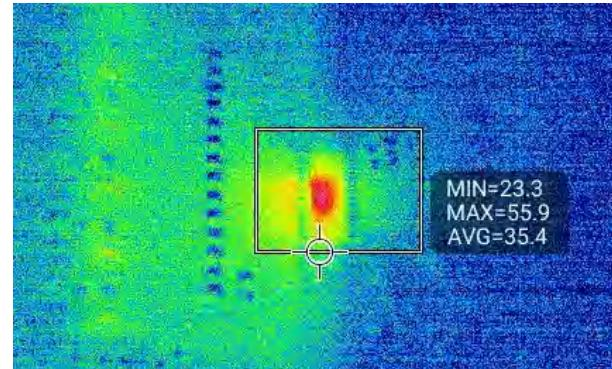
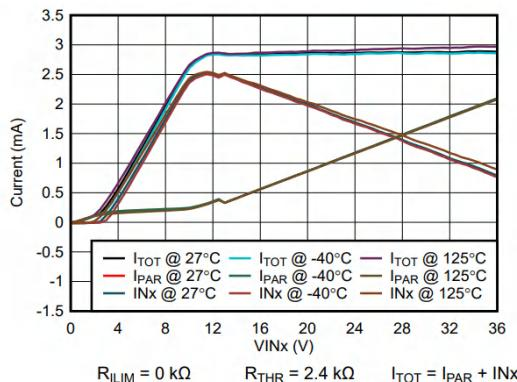

図 6. 周囲温度 25°C の条件で、すべてのチャネルがオンの状態における ISO1228 の基板温度
図 8. 入力電圧が変化しても
2. 負性抵抗入力構造を使用した熱特性の向上: ISO1228 の入力構造は負の抵抗特性を持っており、入力電圧が高くなると、 R_{PAR} を流れる電流の増加を補うためにピン電流が減少します。これにより、図 8 に示すように、すべてのピン電圧について、ピンの合計電流が 3.3mA 未満に維持されます。これにより、部品の放熱性能が向上します。図 6. すべての入力が 30V で電流をシンクしている状態の本製品のサーマルイメージを示しています。室温テストの場合、このデバイスは 55°C までの動作します。